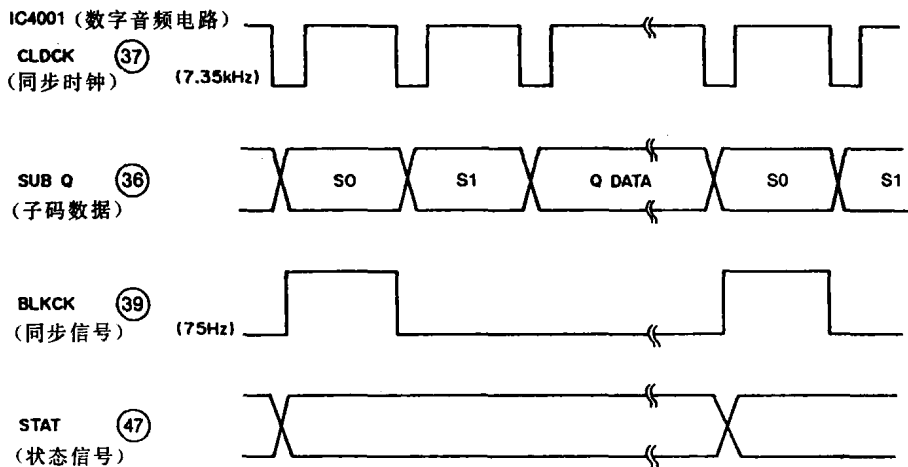

图 6-7 数字音频电路与控制电路之间的信息
数字音频电路是处理 CD 信号的电路,当播放 CD 光盘时,激光头读出的信息是数字编码信号,经 EFM 解调、去交织解码、数字滤波、D/A 变换等处理后,变成模拟音频信号。IC4001 是数字音频处理的主体电路,它是在微处理器的配合下进行工作的。图 6-7 是 IC4001 与系统控制电路之间的控制信号波形图,IC4001⑦脚的信号是 CD 信号中的同步信号